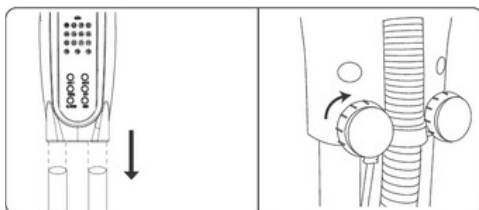

Рис. 2
2. Відкрутіть два гвинти на задній панелі пристрою (не відкручуйте дві гайки повністю, оскільки вони відпадуть). Прикріпіть блок двигуна до труб та затягніть гайки (рис. 2).